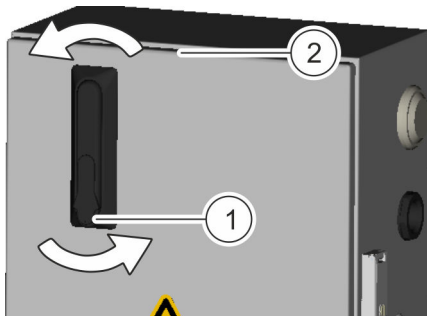

Abb. 22: Gehäusetür öffnen
2. ➤ Gehäusetür öffnen. Dazu den Schwenkhebel erst ausklappen (Abb. 22/1) und anschließend gegen den Uhrzeigersinn drehen (Abb. 22/2).